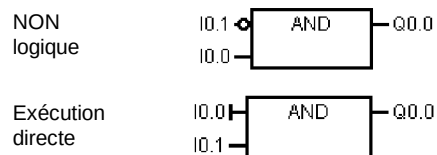

Figure 5-5 Conventions LOG
- ☐ Symbole de négation : La condition de négation logique (NOT) de l'opérande ou du flux de signal est représentée par un petit cercle sur l'entrée. Dans la figure 5-5, Q0.0 est égal à NON I0.0 ET I0.1. Les symboles de négation ne sont valables que pour les signaux booléens pouvant être indiqués comme paramètres ou flux de signal.
- ☐ Symbole d'exécution directe : Comme illustré à la figure 5-5, l'éditeur LOG signale une condition d'exécution directe d'un opérande booléen par une ligne verticale sur l'entrée d'une opération LOG. Le symbole d'exécution directe entraîne la lecture directe de l'entrée physique indiquée. Ces symboles ne sont valables que pour les entrées physiques.